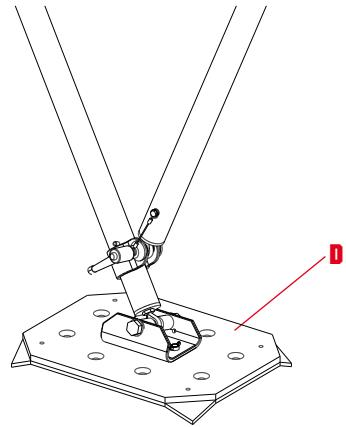

fig. 4B
- lato unghiatto per superfici rugose, irregolari o morbide (fig. 4B),